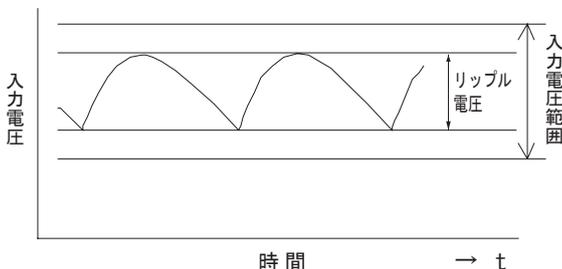

図3.1 入力電圧のリップル
(2) 入力電源
■入力電圧に含まれるリップル電圧 (図3.1) は、以下のようにご使用ください。この値が大きくと出力リップル電圧が大きくなります。